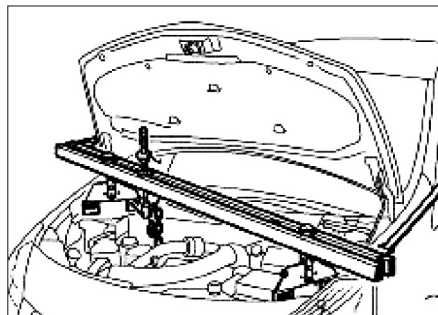

FIG. 18
- Réaliser un montage en soutien sous le moteur à l'aide d'un cric muni d'une cale en bois ou utiliser une traverse de soutènement (outil Renault Mot. 1453) fixé en diagonale (Fig.18).